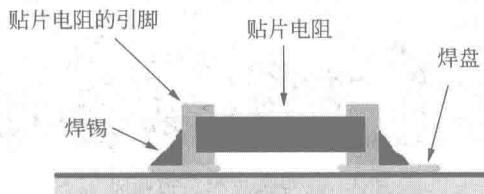

图1.5 贴片式电阻电容的焊接
(1) 贴片式电阻电容的体积比较小,在移动时需要使用镊子来夹持。
(2) 贴片式电阻电容没有伸出很长的引脚。贴片式电阻电容一般将左右两个侧面制作成金属材质的,作为引脚。所以,贴片式元件的引脚不需要穿透板子。需要在元件放置的同一面进行焊接工作。焊好的贴片电阻电容如图1.5所示。